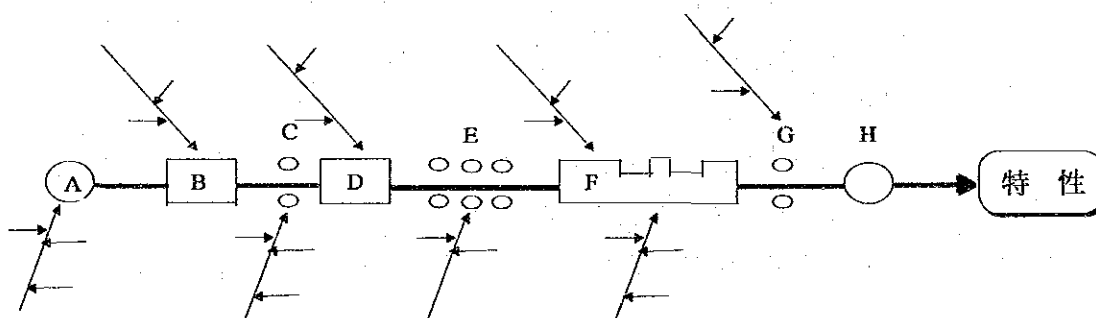

図3-10
- (b) 設備順による作り方 これもいろいろな作り方が工夫されますが、一例をしますと図3-10の通りです。